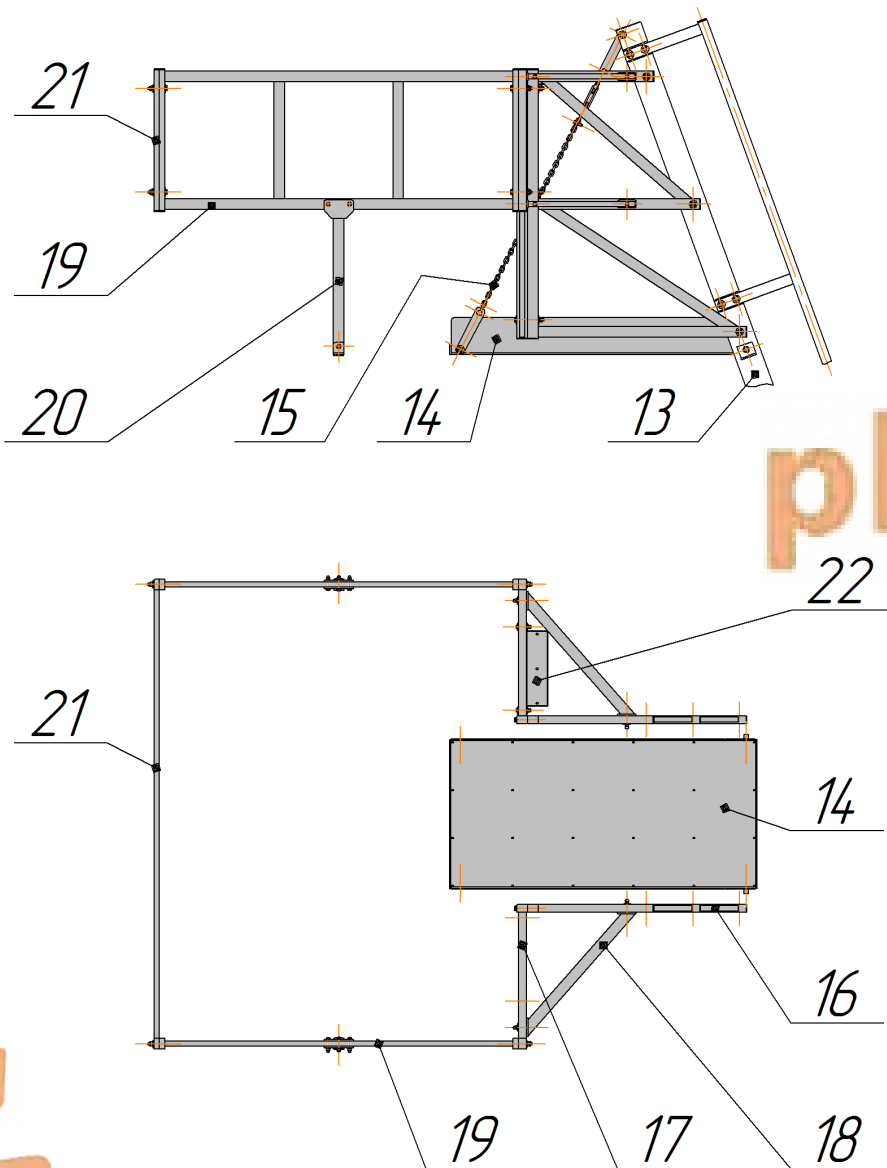

Рис. 4
- 5.11. Присоединить площадку откидную 14 к лестнице 13. Рис. 4.
- 5.12. Присоединить цепь/скобу монтажную/талреп 15 к площадке откидной 14 и лестнице 13. Рис. 4.
- 5.13. Установить элементы верхнего ограждения 16, 17, 18, 19, 20 и 21. Рис. 4.
- 5.14. Присоединить короб 22 к элементу верхнего ограждения 17. Рис. 4. Короб 22 может устанавливаться как с левой, так и с правой стороны.
ЗАПРЕЩАЕТСЯ ПОДЪЕМ ЛЮДЕЙ ПО ЛЕСТНИЦЕ ДО УСТАНОВКИ ВЕРХНЕГО ОГРАЖДЕНИЯ СВОИМИ ОПОРАМИ (20) НА АВТОЦИСТЕРНУ (РИС. 4)